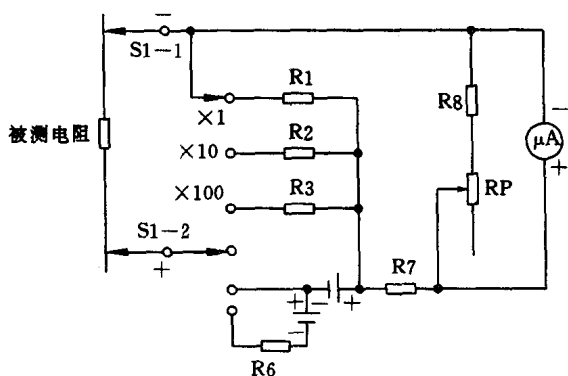

图 1.1.6 电阻测量原理示意图
将红表笔和黑表笔分别插在表笔插孔①和表笔插孔②中，旋动转换开关 S1 至“Ω”电阻功能测量挡位上，旋动转换开关 S2 至电阻（“Ω”）量限区间中的适当挡位，然后将两表笔短接，调节调零电位器使电表指针满幅偏转至电阻刻度线“0”Ω 位置上后，再将两表笔跨接在被测电阻两端，最后在电表刻度盘上读取测量读数，见图 1.1.6。